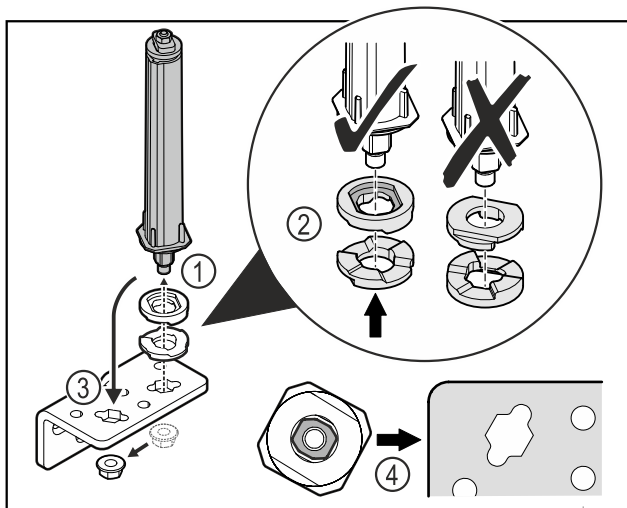

Fig. 46
- ▶ Lossa muttern och ta bort dörrlåssystemet Fig. 46 (1).
- ▶ Se till att rikta brickorna för höjjustering korrekt Fig. 46 (2).
- ▶ Montera om dörrlåssystemet i gångjärnsfästet och fixera med muttern Fig. 46 (3).
- ▶ Kontrollera att dörrlåssystemet är korrekt riktat vid monteringen Fig. 46 (4).